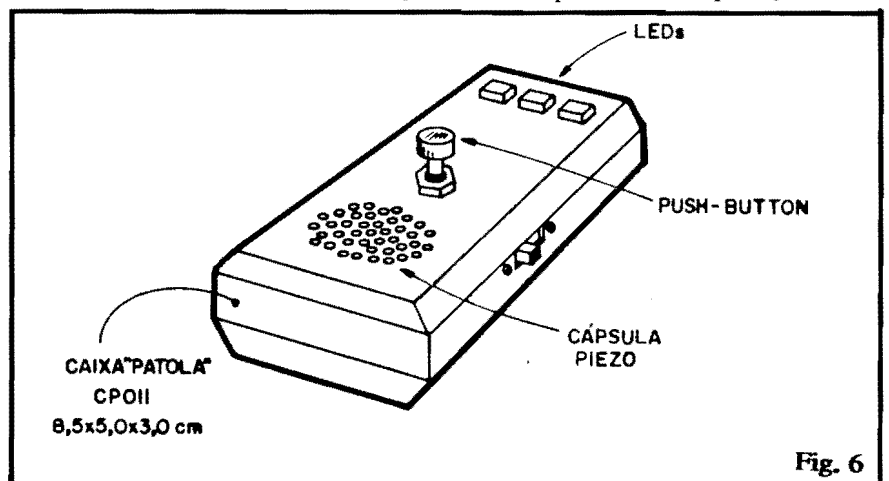

Fig. 6
- **FIG. 6** - Sugestão para o "encaixamento" do circuito do JOCAN, usando um **container** padronizado da "Patola", mod. CP011 (com medidas de 8,5 x 5,0 x 3,0 cm.). O arranjo nos parece prático e elegante, mas o Leitor/Hobbysta tem a liberdade de fazer outros condicionamentos, desde que a caixa escolhida apresente, **no mínimo**, as dimensões do **container** originalmente sugerido. Notar que o acompanhamento da sugestão obrigará o uso de alimentação a partir de uma bateria de 9 volts, já
- 1 - Caixa para abrigar a montagem. Adotada a sugestão da fig. 6, o container deverá ser um "Patola" CP011 (8,5 x 5,0 x 3,0 cm.). Outras caixas, iguais ou maiores, também podem ser facilmente adotadas